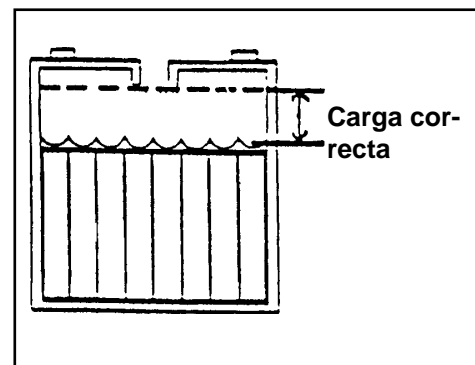

Figura 4
1. Mantenga el electrolito al nivel correcto. El nivel correcto se encuentra entre 1/4" (1/2 cm) por debajo del fondo del tubo en cada elemento y por encima de las partes superiores de las placas. Verifique el nivel del electrolito cada vez que cargue las baterías (consulte la figura 4).